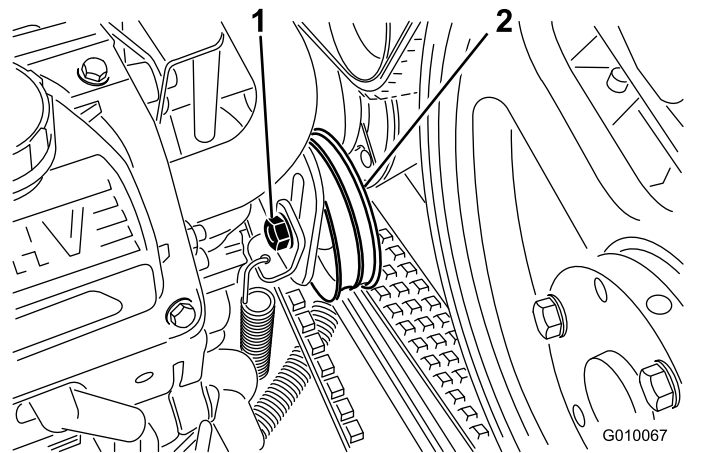

図 58
4. ポンプベルトのアイドラを調整スロットの範囲内で動かせる程度に、アイドラのボルトをゆるめる 図 58。